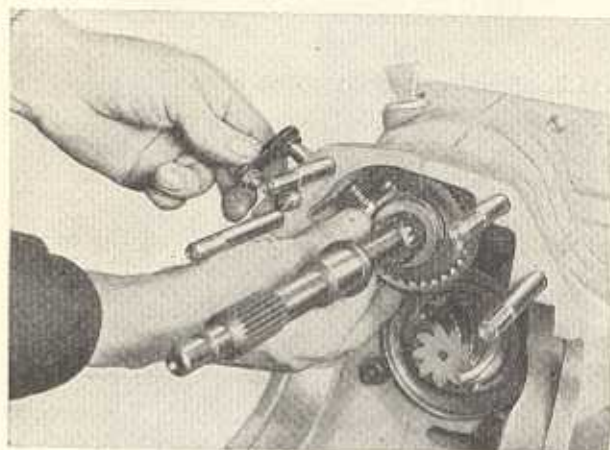

Bild G 128. Freilaufsperr einbauen
2. Der in den Sperrfinger eingesetzte und mit einer Sicherungsscheibe gehaltene Gleitstein wird in die Nut der Sperrmuffe eingelegt, dabei wird die Rückzugfeder auf der Nabe des Sperrfingers gehalten und mit dem Federende so gegen die Getriebegehäusewand gespannt, daß die Feder ein Verschieben der Sperrmuffe in Richtung Freilaufaußenring bewirken kann. Sodann wird die Sperrwelle mit dem aufgezogenen Dichtring von außen durch das Getriebegehäuse und die Nabe des Sperrfingers gesteckt und durch Aufstecken einer Sicherungsscheibe gehalten (Bild G 128). Anschließend ist die leichte Betätigung zu überprüfen.